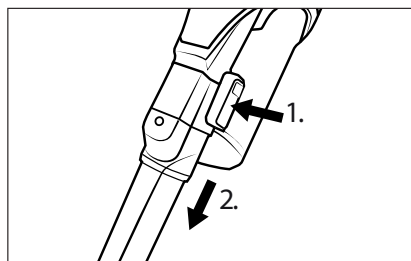

Fig. 15
- ◆ Pentru îndepărtarea accesoriului mențineți apăsată tasta de deblocare de pe accesoriu, apoi trageți accesoriul de pe țeava de aspirație 24 sau din orificiul de aspirație al aparatului (a se vedea fig. 15).